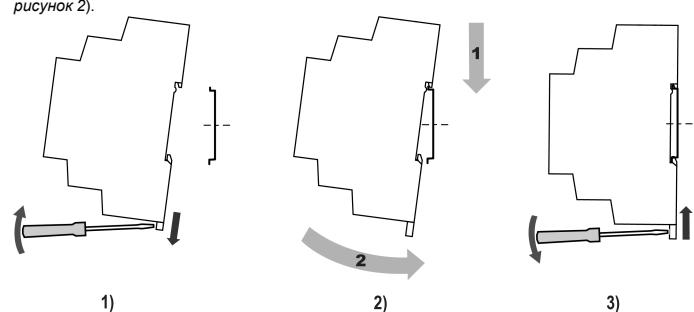

Рисунок 1 – Установка прибора
- Установить прибор на DIN-рейку в соответствии с направлением стрелки 1 (рисунок 1, 2).
- Вставив отвертку в проушину, оттянуть защелку (рисунок 1, 1).
- Прижать прибор к DIN-рейке в направлении, показанном стрелкой 2. Зафиксировать защелку (см. рисунок 1, 3).